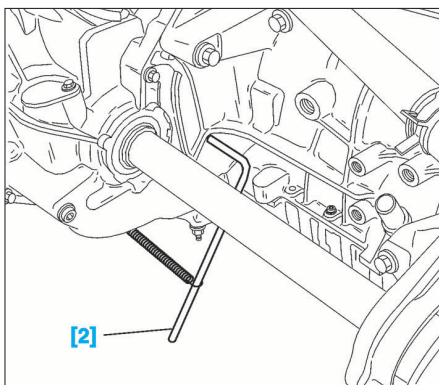

FIG. 25
- Piger le volant moteur à l'aide de l'outil [2] (Fig.25).